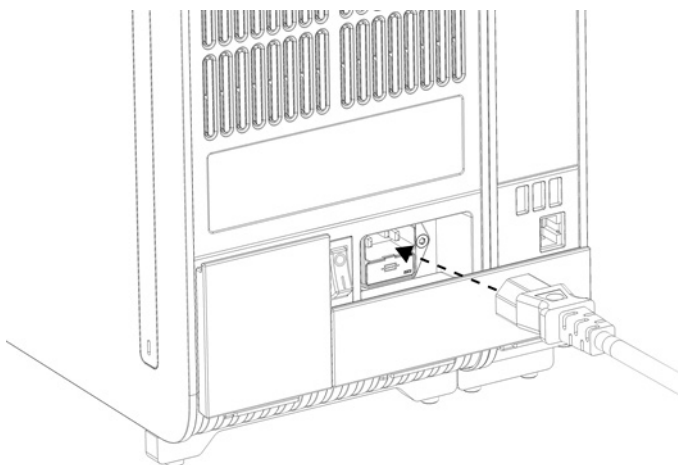

Bild 10. Ansluta nätsladden.
7. Anslut nätsladden som levererades Med QIAstat-Dx Analyzer 1.0 till baksidan av den analytiska enheten (bild 10).